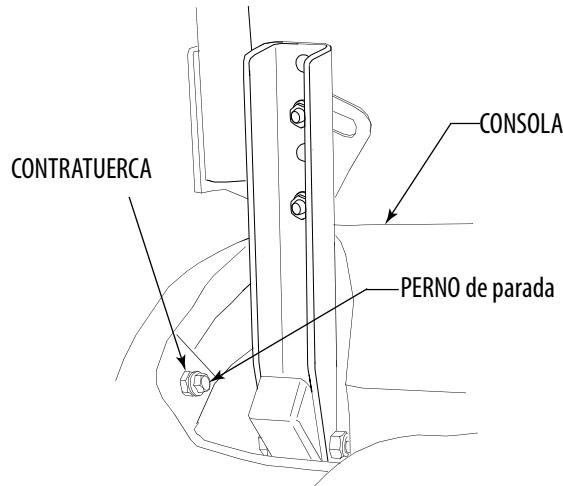

Figura 7-10
- Ubique el perno de parada correspondiente en la consola izquierda o derecha. Vea la Figura 7-10.